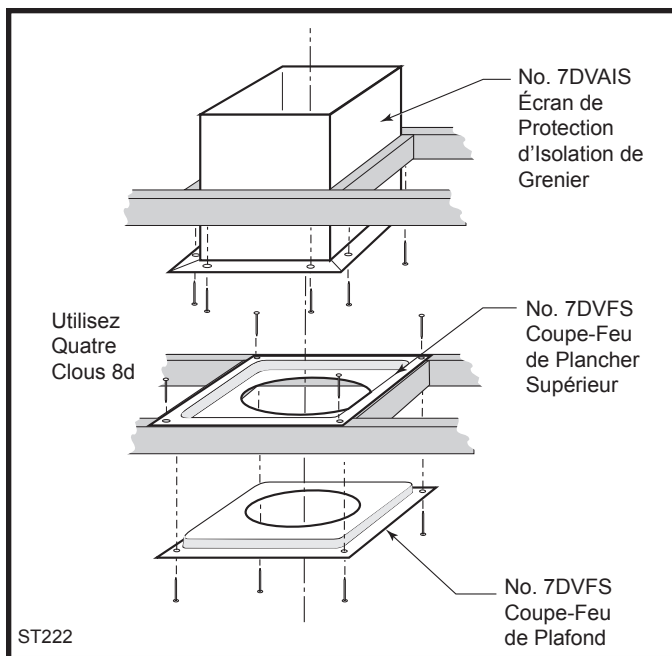

Fig. 32 Installation des coupe-feu et de l'écran de protection de l'isolation de grenier.
6. Mettez le coupe-feu 7DVFS ou l'écran pare-chaleur du vide sous comble 7DVAIS en place selon les besoins. (Fig. 32) S'il y a une pièce au-dessus du plafond, il faut installer un coupe-feu sur les côtés inférieur et supérieur des solives de plafond. Si le plafond est surmonté d'un vide sous comble, il faut alors poser un écran pare-chaleur.